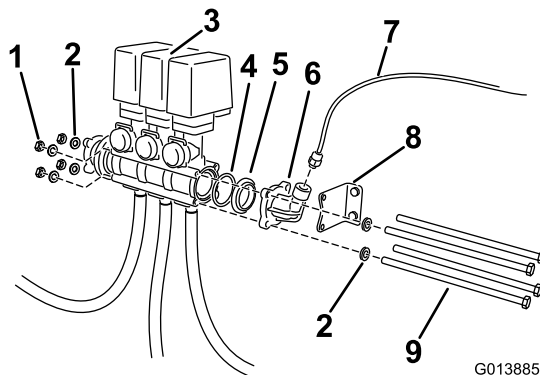

図 5
3. バルブ・アセンブリを固定している長いボルト・ナット類を外す 図 5。
4. 水圧計ポートと、オス・オス・アダプタを取り外す 図 5。